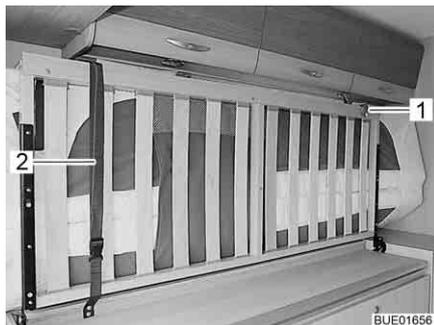

Fig. 10 Letto, ribaltato lateralmente
- Quanto il letto è ribaltato lateralmente, assicurarolo mediante la cintura di ritegno (Fig. 10,2) e la reggetta di sicurezza (Fig. 10,1).